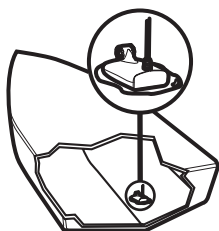

Bild 27
- Führen Sie eine Sichtprobe des Rumpfes von außen durch. Suchen Sie Borddurchlässe, Kanten oder Stellen, an denen es Verwirbelungen des Wassers geben könnte (siehe Bild 27).